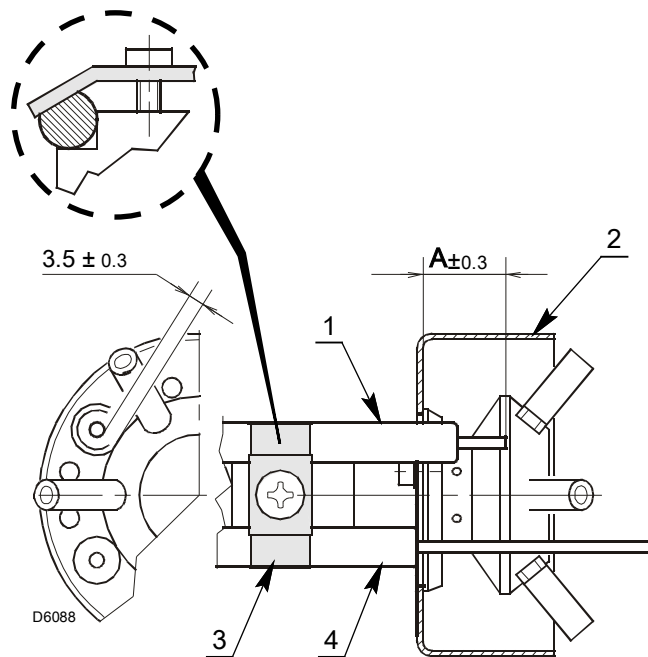

图 15
- 确保板 3) (图 15) 始终插在电极 1) (图 15) 的平坦位置。
- 让探头绝缘体 4) 靠在空气扩散器 2) (图 15) 上。